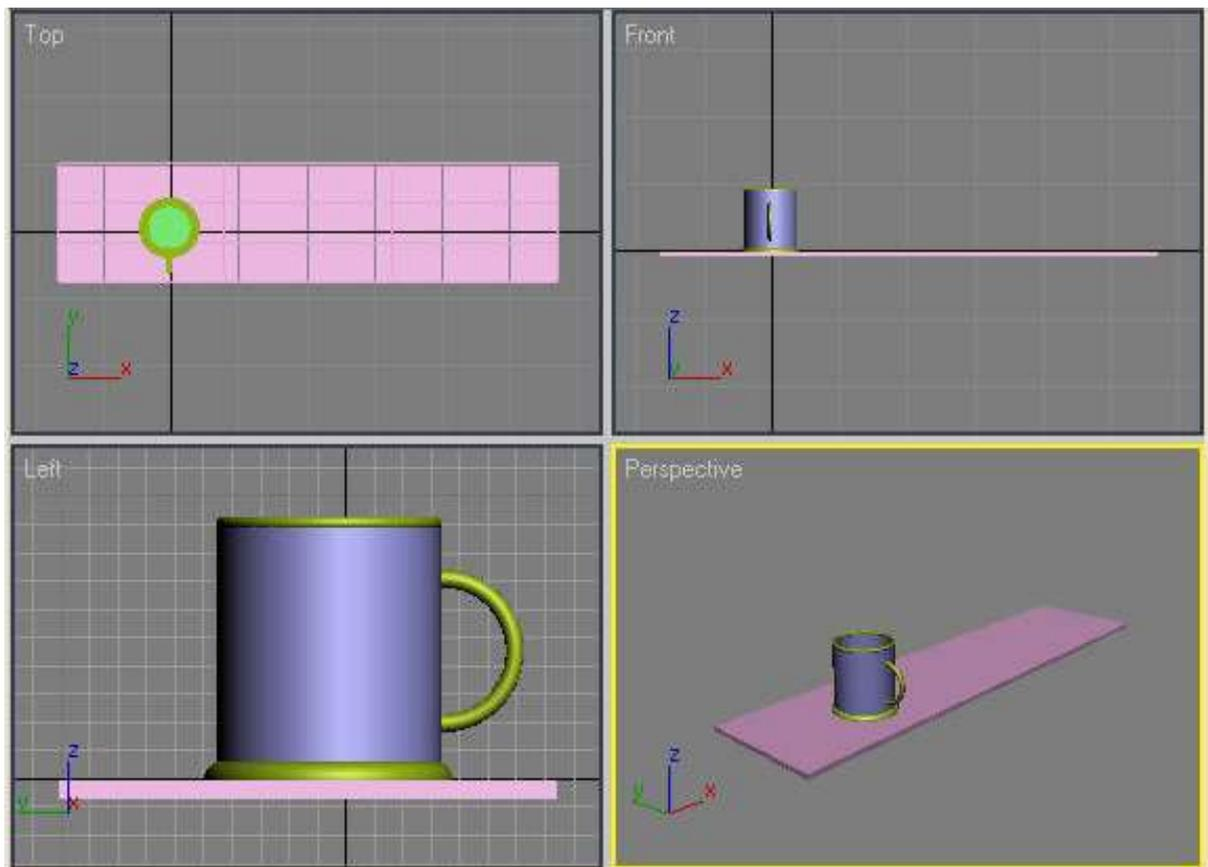

Рис. 13 – Расположение объектов в сцене
4. Выделите объект **Box** (**Параллелепипед**) и щелкните на нем правой кнопкой мыши. Выберите в контекстном меню команду **Move** (**Перемещение**) и подведите указатель к одной из осей — **X** или **Y**. Перемещая объект вдоль выбранной оси, добейтесь, чтобы чашка была расположена так, как показано на рис. 13.